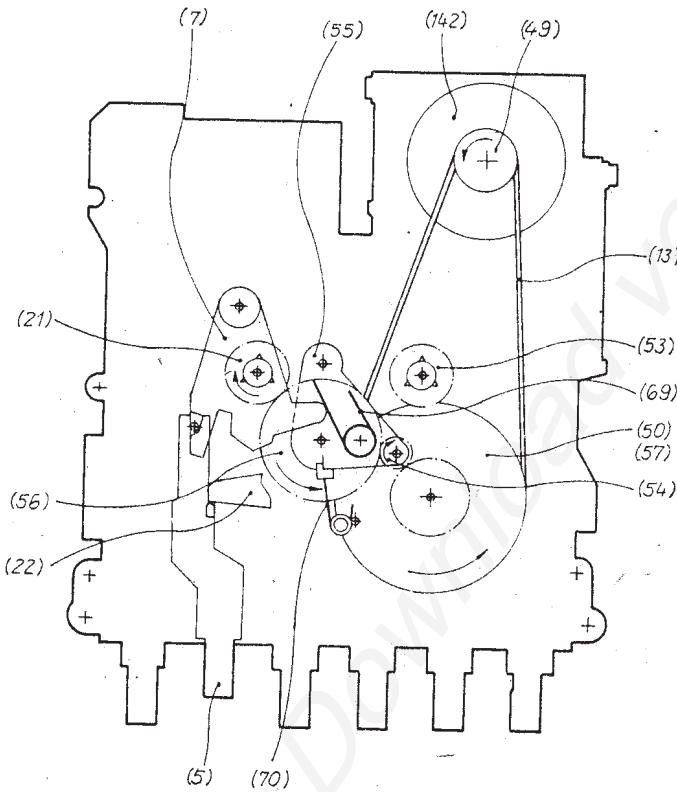
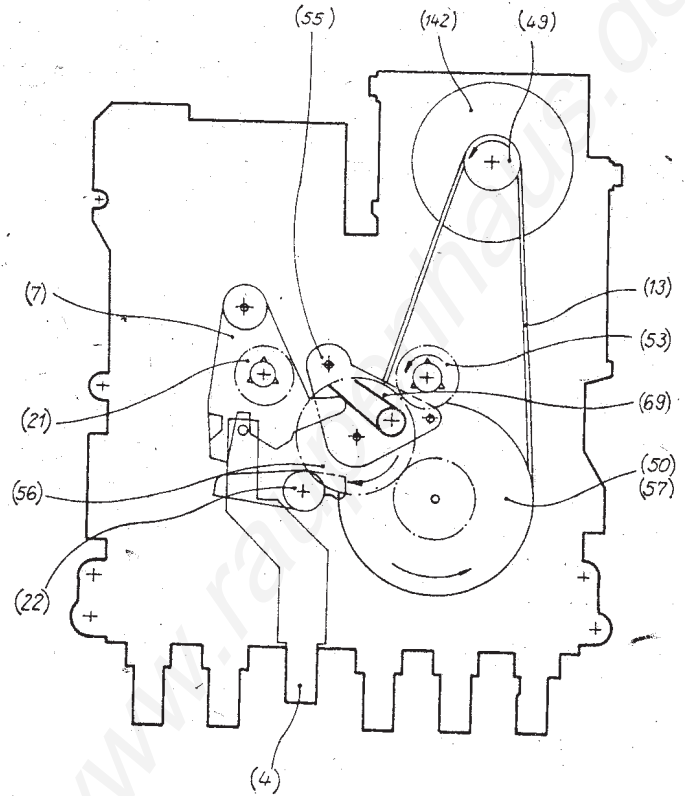

Abb. 2
Abb. 3
6.3.2.3. Funktion „Rücklauf“ (Abb. 2)
6.3.2.4. Funktion „Vorlauf“ (Abb. 3)
6.3.2.5. Funktion „manueller Suchlauf“ (Abb. 2 und 3)
Durch das Eindrücken eines dieser Schieber wird über den Suchlaufhebel (22) die Kopfplatte (47) analog der Funktion „Pause“ zurückbewegt, wodurch die Funktion „Wiedergabe“ unterbrochen wird und anschließend das Laufwerk entweder in die Funktion „Vorlauf“ (Abb. 3) oder „Rücklauf“ (Abb. 2) geschaltet wird. Das Band wird schnell umgespult. Nach dem Loslassen des jeweiligen Schiebers wird das Spulen beendet, und die Kopfplatte gelangt wieder in Stellung „Wiedergabe“.